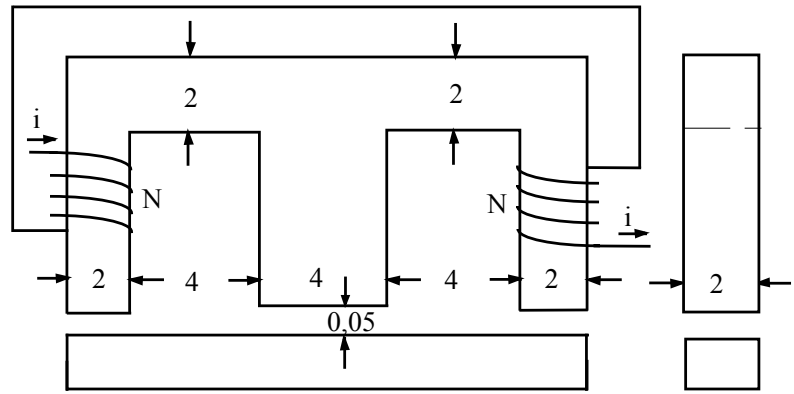

Figura 1.3
1.4.- En el sistema electromecánico de la Figura 1.3, las dimensiones están dadas en centímetros, la corriente efectiva es de 0,5 amperes y se tiene un flujo de 1,5 mweber en el entrehierro de la pierna central. Determine el número de espiras de las bobinas suponiendo que la permeabilidad del material del núcleo es mucho mayor que la de los entrehierros es decir, $\mu_{Fe} \gg \mu_0$ y despreciando los flujos de dispersión.